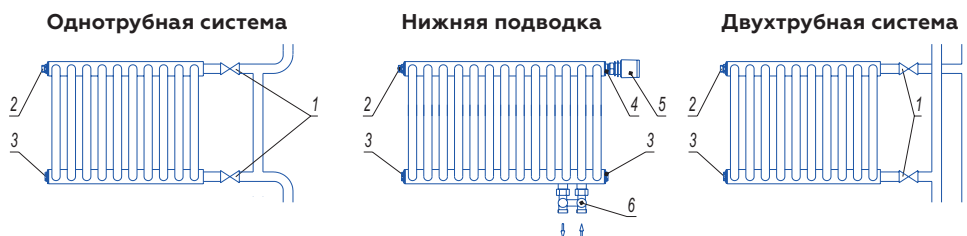

Рис. 2
5.7. Схема подключения радиаторов приведена на рис. 2. Подсоединение прямой и обратной магистрали для радиаторов с нижним подключением должно соответствовать стрелкам на рисунке.